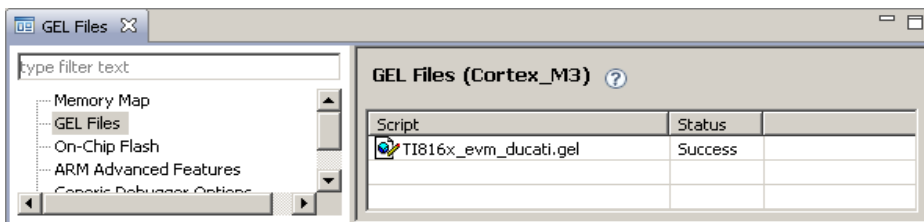

图 1-2-9
3. 选中 CortexM3_ISS 核并载入 gel 文件 TI816x_evm_ducati.gel，位于 D:\DSPresearch\Capture_Display_test_package\gel 目录下。载入 gel 文件后如图 1-2-9 所示：